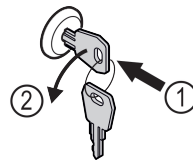

Fig. 177
- ▶ Вдавити ключ. Fig. 177 (1)
- ▶ Повернути ключ на 90° проти годинникової стрілки. Fig. 177 (2)